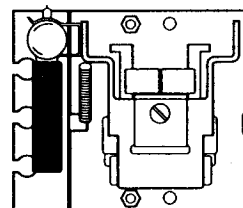

Figura 2
5. Incollare l'interruttore ai fermi usando un adesivo, ad esempio DuPont, Duco, Goodyear Pliobond, Shellac o simile. Vedere Figura 2 e 3.
2. Incollare l'interruttore ai fermi usando un adesivo, come ad esempio: DuPont, Duco, Goodyear Pliobond, Shellac o simile (vedere Figura 2).